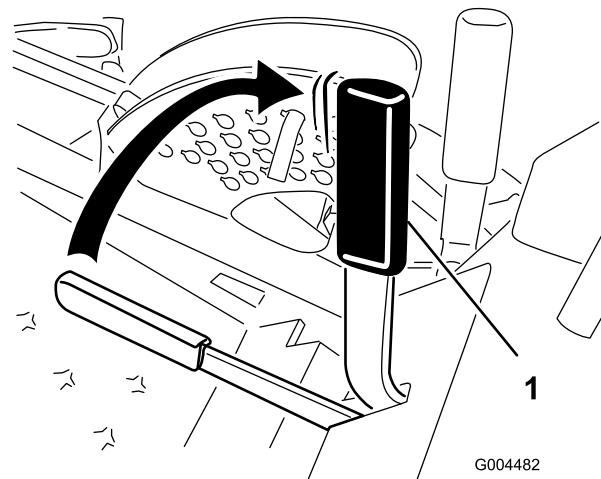

Figura 15
2. Tire de la palanca del freno de estacionamiento hacia arriba y hacia atrás para poner dicho freno (Figura 15). La palanca del freno de estacionamiento debe permanecer firmemente en esa posición.